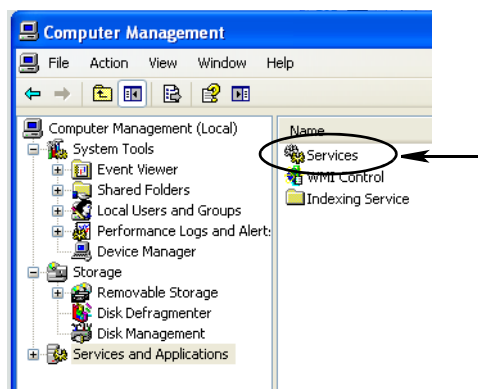

Рис. 55
- с. Щелкните дважды по значку «Службы» (Рис. 55).